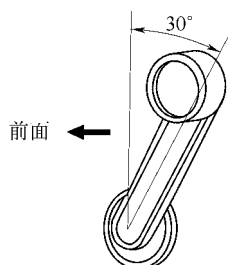

图 17-46 安装升降摇手柄
(15) 安装门内把手挡板。
(16) 安装拉手。
(17) 安装升降摇手柄。在车门窗完全关闭的状态下，如图 17-46 所示，装上平垫圈、摇手柄和弹簧卡环。